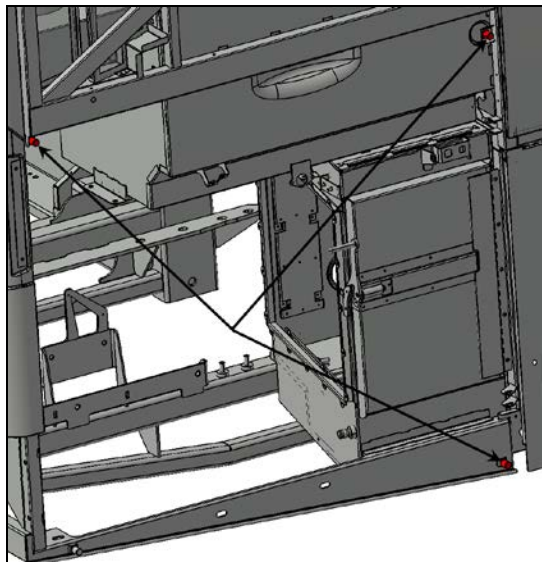
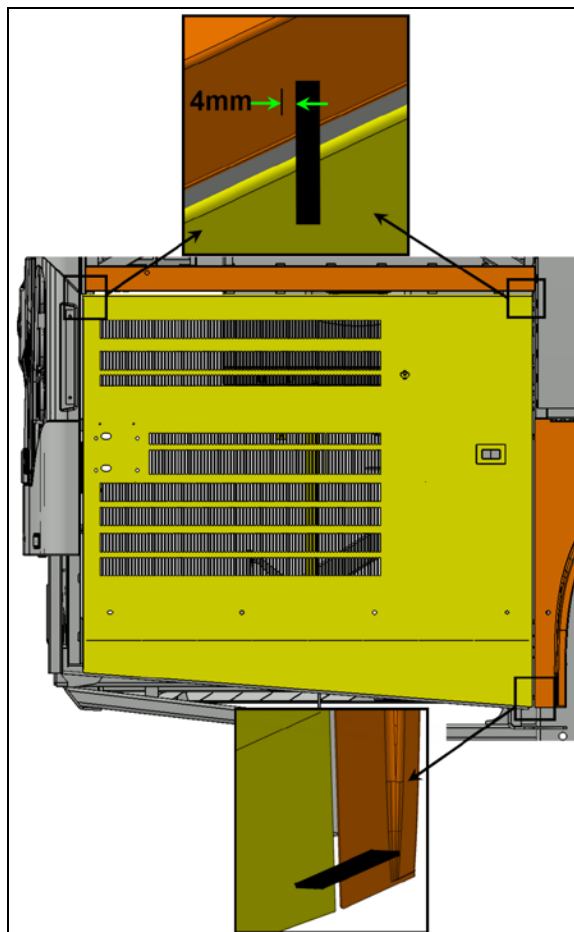

FIGURE 123:
FIGURE 124:
18. Visser ou dévisser les butées supérieures afin que la partie supérieure de la porte excède le panneau supérieur de $5/32$ " à $3/16$ " (4mm à 5mm) (Voir Figure 123: et Figure 124:).